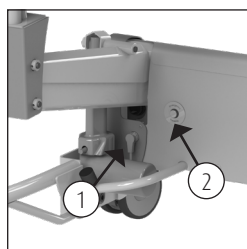

Figura 19. Pulsante di abbassamento di emergenza.
- Rimuovere la spina dal comando manuale (1) (*Vedere figura 19*).
- Premere il pulsante di abbassamento di emergenza (2) (*Vedere figura 19*).